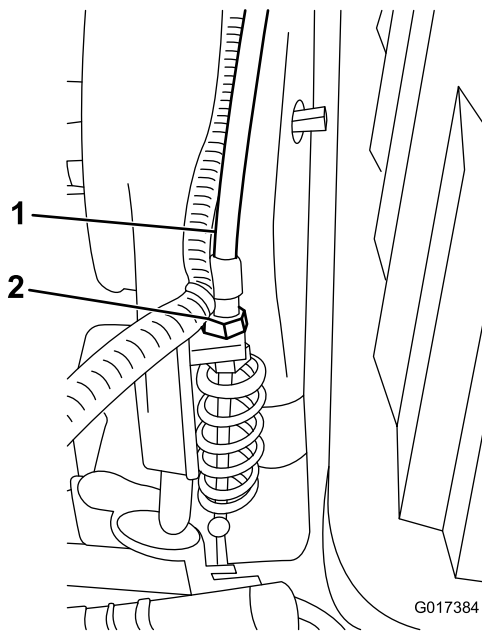

Рисунок 49
3. На переходнике трансмиссии отрегулируйте трос управления барабаном (Рисунок 49) так, чтобы длина пружины составила 70,6–72,4 мм.